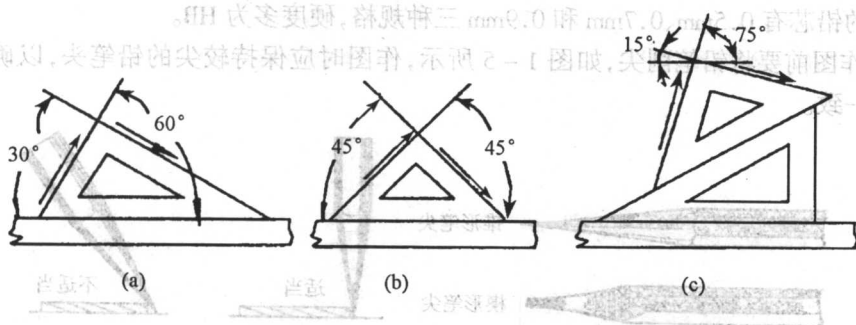

图 1-3 三角板
一副三角板一般有二块:一块为等腰直角三角形,另一块除直角外其余两角分别为 $30^\circ, 60^\circ$ 。如图 1-3 所示。
2. 利用两种角度的三角板组合,可画出 15° 及其倍数的各种角度,如图 1-3 所示。